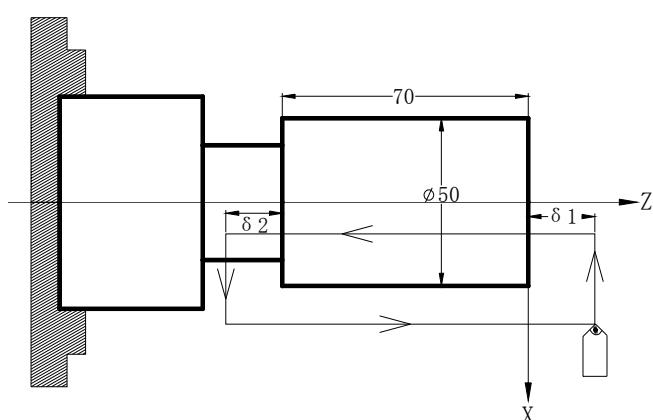

图 2-24
- 在螺纹切削开始及结束部分, 一般由于升降速的原因, 会出现导程不正确部分, 考虑此因素影响, 指令螺纹长度比需要的螺纹长度要长, 如图2-24。
实例1：用G32指令编写图2-24程序，螺纹导程：4mm。